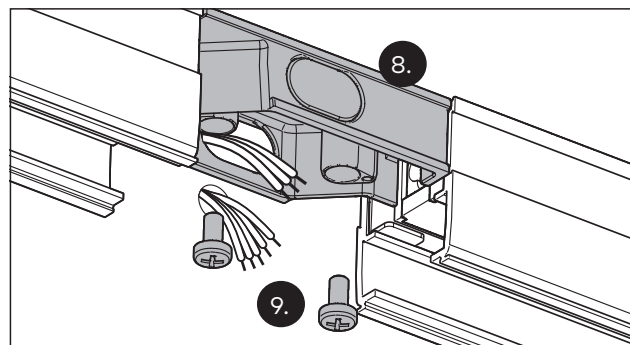

Abb. 17 Den oberen Berührungsschutz montieren
8. Den oberen Berührungsschutz einsetzen (Abb. 17).
9. Den oberen Berührungsschutz festschrauben (Abb. 17).